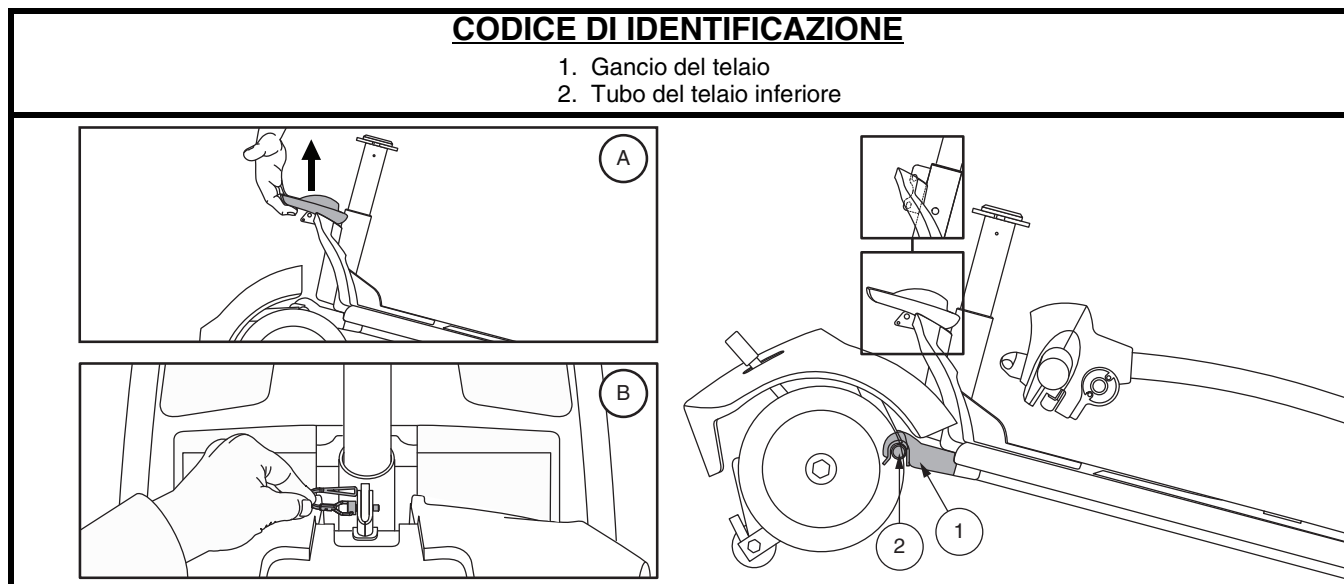

Figura 26. Leva di rilascio del telaio (Stile A) e Perna di chiusura del telaio (Stile B)
4. Separare lentamente le due sezioni del miniscooter. **Vedere figura 26.**
**NOTA:** Prima di effettuare il montaggio, inclinare la metà posteriore del miniscooter leggermente all'indietro sulle ruote antiribaltamento, come illustrato nella figura 26.
1. Usare la leva di rilascio del telaio (o la piantone del sedile per modelli 36, 83 e 84) per sollevare la parte anteriore mentre si allineano i ganci del telaio della parte anteriore con il tubo del telaio inferiore della sezione posteriore. **Vedere figura 26.**
2. Una volta che i ganci del telaio sono sopra il tubo del telaio inferiore, abbassare la sezione anteriore e ruotare contemporaneamente la sezione posteriore. Questa operazione aggancia automaticamente la chiusura del telaio nei modelli 40X, 44X, 40E, 44E, 40LX, 44LX, 50LX, 54LX, 53, 53HD, 54, 54HD, 73 e 74. Nei modelli 36, 83 e 84, è necessario inoltre reinstallare il perno di chiusura del telaio per completare il montaggio del corpo. **Vedere figura 26.**